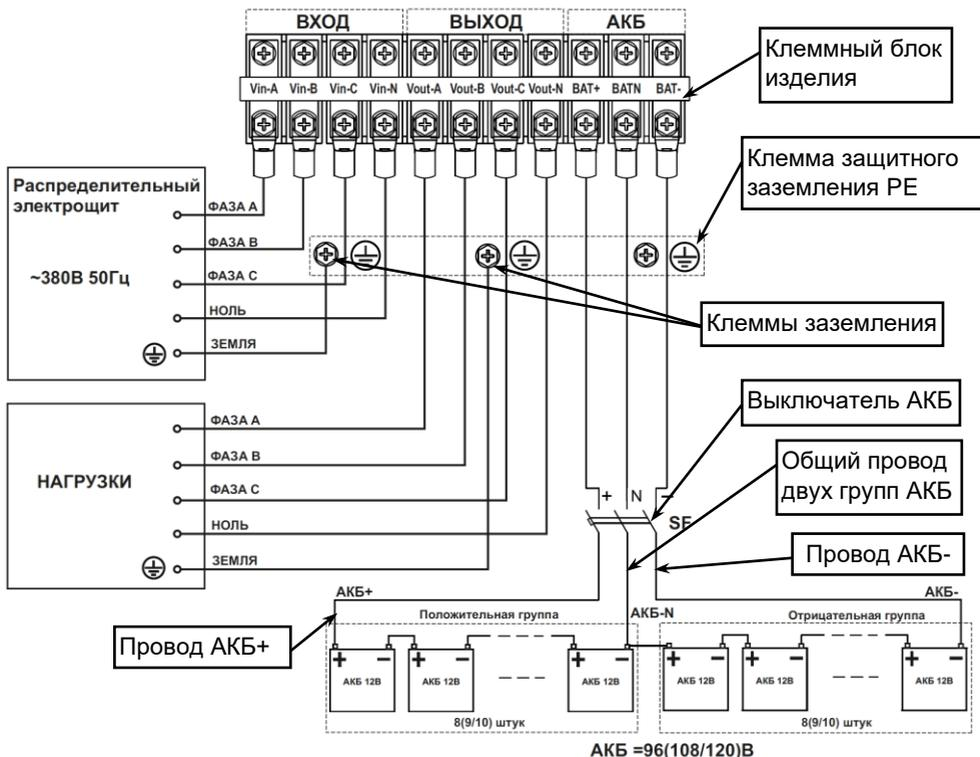

Рисунок 23 — Схема подключения изделия и монтажа аккумуляторной батареи.
Между АКБ и изделием должен быть подключен DC — совместимый трехполюсный термоманитный защитный автоматический выключатель SF, (или другое устройство защиты, например группа предохранителей с трёхполюсным выключателем), расположенный как можно ближе к АКБ, см. рисунок 23.
- номинальное напряжение выключателя должно быть не менее рабочего напряжения положительной/отрицательной группы АКБ (см. рисунок 23);
Затем выполнить, **с соблюдением полярности**, последовательное соединение аккумуляторных батарей 12В, в соответствии с двуполярной схемой (см. рисунок 23) при помощи перемычек АКБ (**перемычки АКБ в комплект поставки НЕ входят**).
- Проводники фаз А, В, С и провод N питающей линии от распределительного щита, предназначенные для подключения на входы изделия, должны быть обесточены (см. рисунок 23)
- подключение кабелей к клеммному блоку выполняйте в соответствии со схемой (см рисунок 23) и маркировкой, нанесенной на клеммном блоке изделия;
- подключите провода заземления кабелей подключения питающей сети и нагрузки к соответствующим клеммам заземления изделия (см. рисунок 23);
- к клеммам заземления каждого изделия подключите провода заземления кабелей подключения питающей сети и нагрузки (см. рисунок 23);